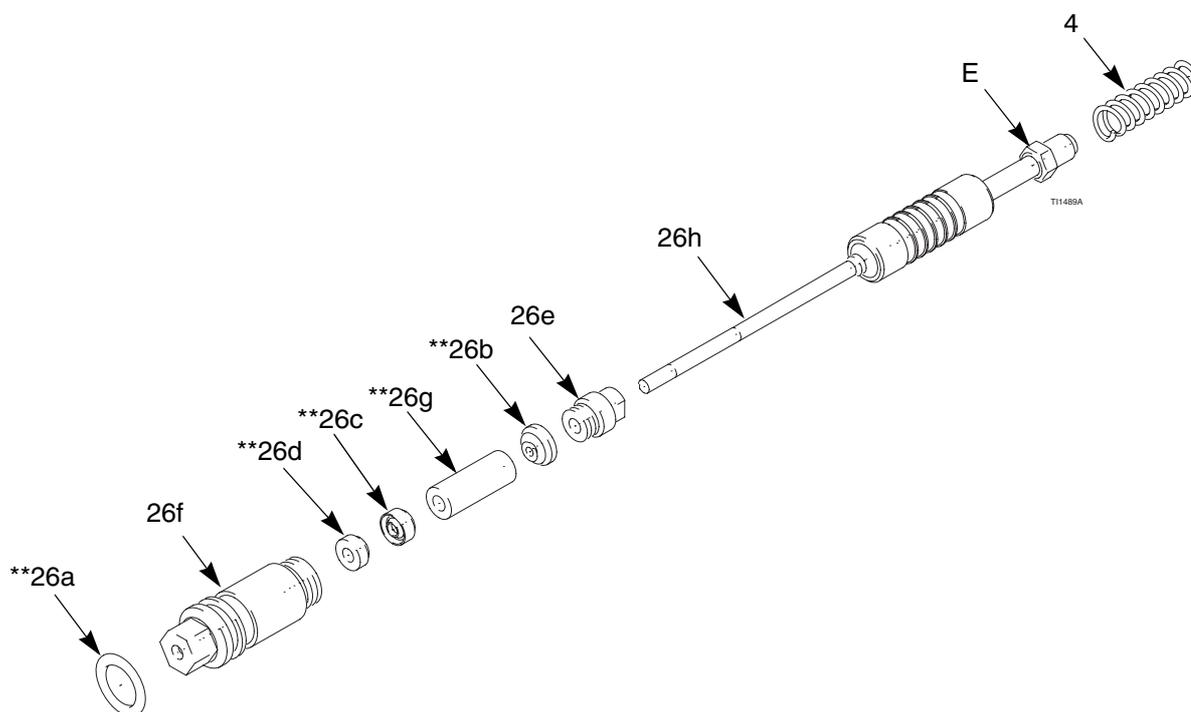

Fig. 27. Aguja
1. Coloque la tuerca prensaestopas (26e) y la junta (26b**) en la aguja de fluido (26h). Las partes planas de la tuerca prensaestopas deben estar dirigidas hacia la parte trasera de la varilla de fluido. La junta tórica del sello debe estar dirigida en dirección contraria a la tuerca prensaestopas. Vea FIG. 27.
2. Llene la cavidad interior del espaciador (26g**) con grasa dieléctrica (40). Coloque el espaciador en la aguja (26h) en la dirección mostrada. Aplique generosamente grasa dieléctrica en la parte exterior del espaciador.
6. Instale el muelle (4) contra la tuerca (E) tal como se muestra.
7. Instale el conjunto de la aguja (26) en el cañón de la pistola. Utilizando la herramienta multiusos (37), apriete el montaje hasta que esté firme.
8. Instale el gatillo (30) y sus tornillos (8).